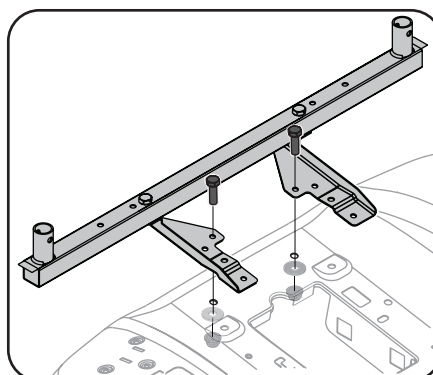

Figure 3-2
4. Utilisez deux vis à tête hexagonale (710-0376), deux rondelles (736-0159) et deux écrous (712-04063) pour installer l'ensemble du support à l'arrière du tracteur comme montré à la Figure 3-2.